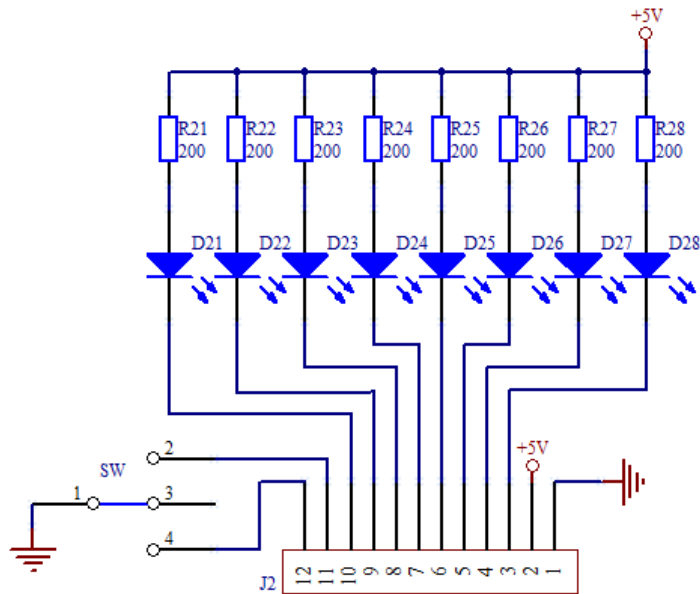

图 1 流水转向灯控制模块外围电路图
(1) 外围接口功能电路图如图 1 所示, 按照电路原理图使用 PROTEUS 软件完成电路仿真图绘制。